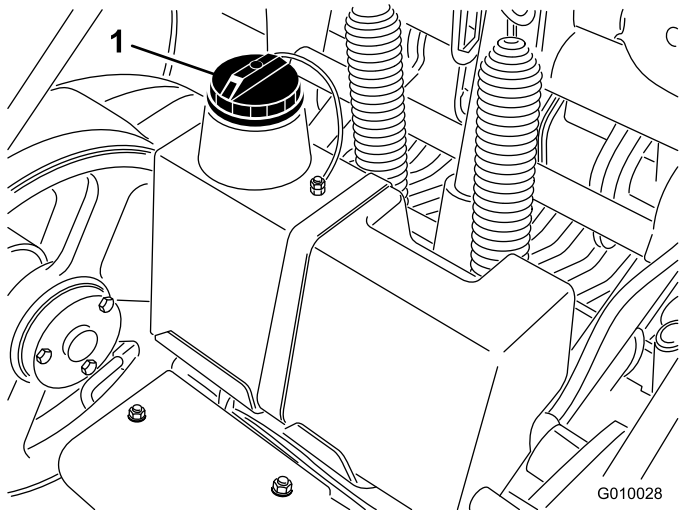

图19
3. 清洁液压油箱加油颈和油箱盖周围的区域（图19）。从加油颈上取下盖子。